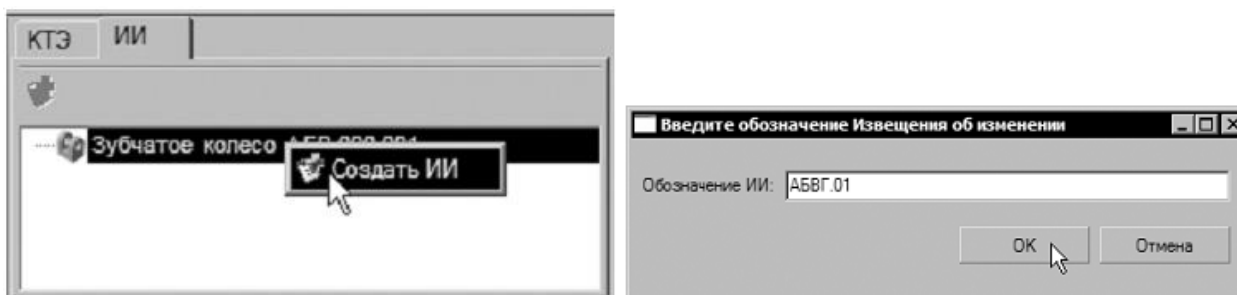

Рисунок 2
7. Перейдите на вкладку ИИ в окне дерева КТЭ и выберите из контекстного меню Создать ИИ (рис. 2, слева).
8. В открывшемся окне введите обозначение извещения об изменении (рис. 2, справа) и нажмите кнопку ОК.